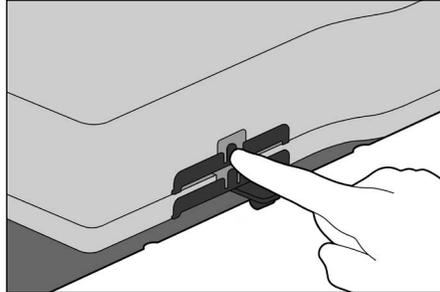

Abb. 8
3. Entfernen Sie den Access 360 bzw. den Access 360 G2 Tischeinsatz, um die Höhe des Geräts zu verringern oder die CT-Zwischenlagen bzw. die CT-Ausgleichscheiben zu entnehmen. Heben Sie die CT-Zwischenlage bzw. die CT-Ausgleichscheibe von der unteren CT-Ausgleichscheibe ab, während Sie an beiden Seiten der Indexplatte auf die Entriegelungstasten drücken, und entfernen Sie die Zwischenlage/Ausgleichscheibe (Abb. 8).